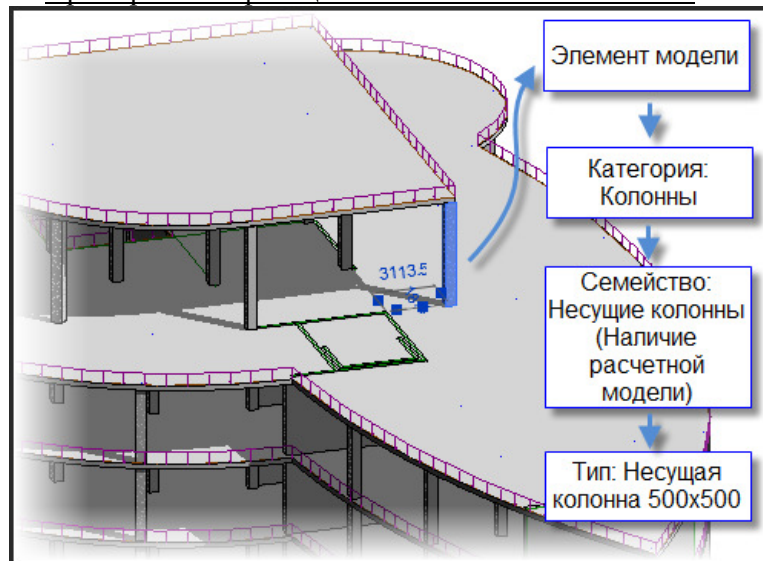

Рис. 1
- **Элемент:** при создании проекта в модель добавляются параметрические элементы здания. В Revit Structure элементы классифицируются по категориям, семействам и типам (рис.1)
- **Категория** - это группа элементов, используемая для моделирования проекта несущих конструкций или подготовки для него документации. Например, к категориям элементов моделей относятся колонны и балки. Категории элементов аннотаций включают марки и текстовые примечания (рис.1)
- **Семейство:** семействами являются классы элементов в категории. В семействе объединяются элементы с общим набором параметров (свойств), одинаковые по их роли в модели и схожие по графическому представлению. Элементы в семействе могут различаться по значениям параметров, но сами параметры — их имена и назначение — всегда остаются одним и тем же (рис.1)
- **Тип:** каждое семейство может содержать несколько типов. Типом может быть определенный размер в семействе, например, основная надпись для формата А0. Типом может также быть стиль: например, стиль по умолчанию для линейных или угловых размеров (рис.1)